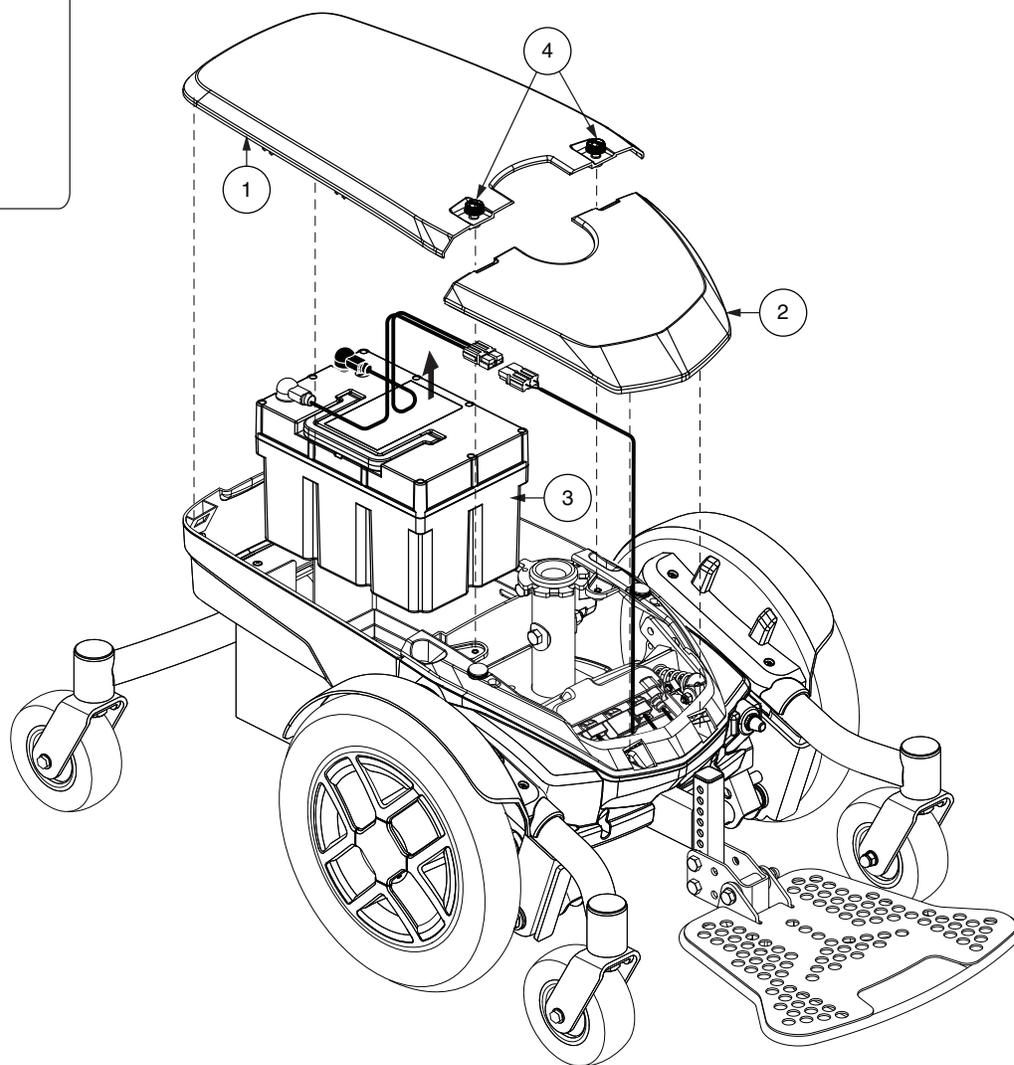

Figura 20. Installazione della batteria al litio (sedile rimosso per chiarezza)
5. Se dotato di due (2) batterie SLA, scollegare il cablaggio della batteria posteriore dalla base di alimentazione e rimuovere la batteria. Far scorrere la batteria anteriore all'indietro, scollegare il cablaggio della batteria anteriore dalla base di alimentazione e rimuovere la batteria anteriore. **Vedere la figura 19.** Se dotato di una batteria al litio, scollegare i cablaggi della batteria e rimuovere la batteria. **Vedere la figura 20.**
8. Per l'installazione di una nuova batteria al litio, posizionare la batteria nella base di alimentazione. Assicurarsi che i terminali siano rivolti verso la parte posteriore della base di alimentazione. **Vedere figura 20.** Collegare il cablaggio della batteria posteriore alla base di alimentazione.